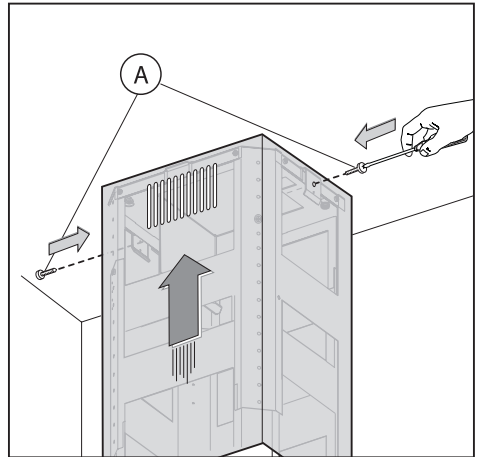

Fig.10
-Prendere il camino decorativo superiore e fissarlo alla struttura mediante le 2 viti **A** (Fig.10). Accoppiare il camino decorativo inferiore con il camino decorativo superiore e fissarlo attentamente con del nastro adesivo **L** (Fig.11A).